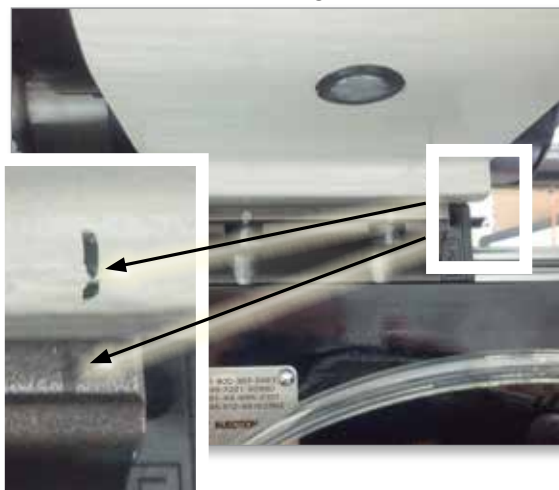

Figura 9-5 Posizione della guida lineare
18. Contrassegnare la posizione della guida lineare rispetto all'alloggiamento di iniezione. Vedere la Figura 9-5.